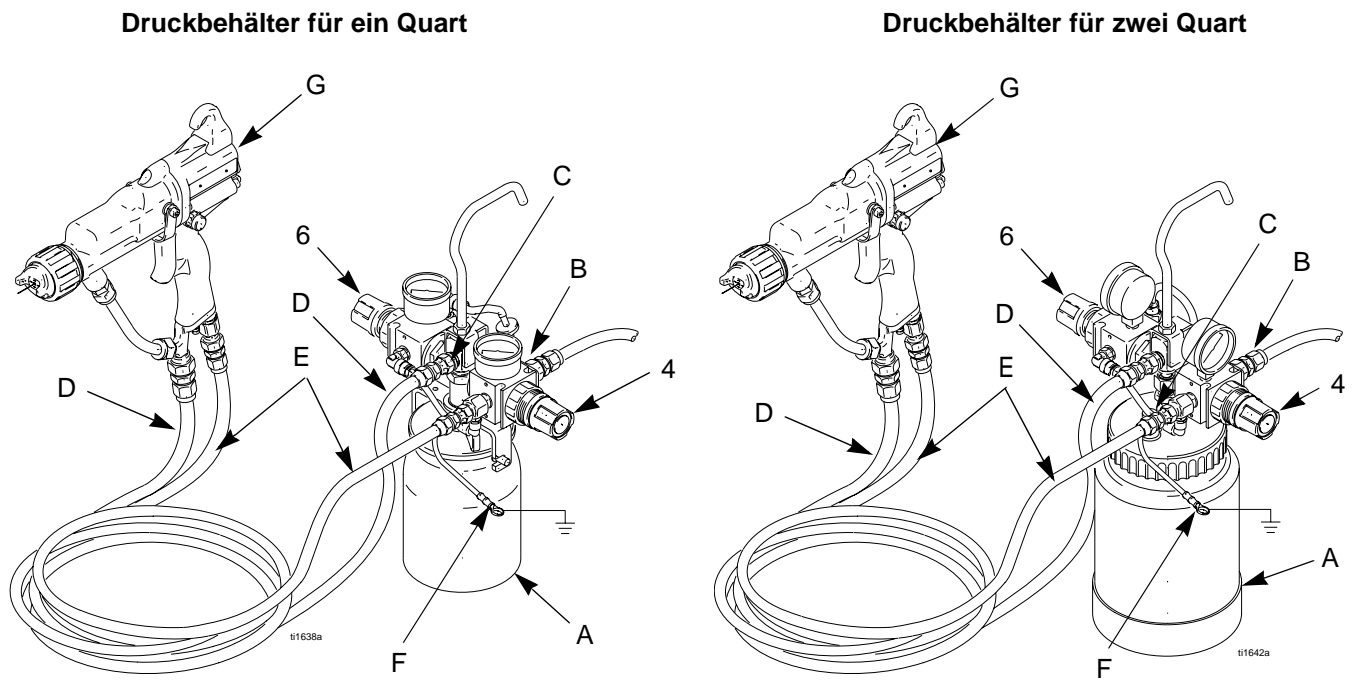

Abb. 1. Typische Installation
Den Luftschlauch (E) und den Materialschlauch (D) wie in Abb. 1 gezeigt anschließen. Bei Elektrostatikpistolen den Erdungsdraht des Luftschlauchs (F) mit einer guten Erde verbinden.